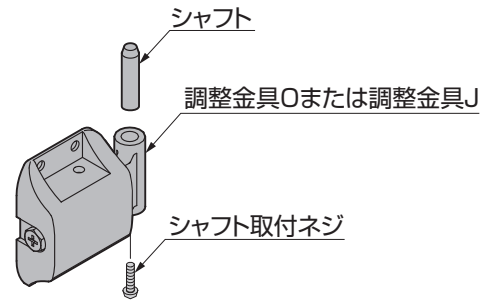

図3-1 シャフト取外し図
- ①調整金具のシャフト取付ネジを外し、シャフトを抜いてください。(図3-1参照)